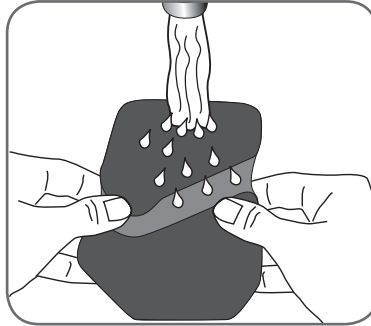

Abbildung 6-3: Befeuchten der großen Gewebeelektrode
3. Befeuchten Sie die große Gewebeelektrode vollständig mit Wasser (siehe Abbildung 6-3).